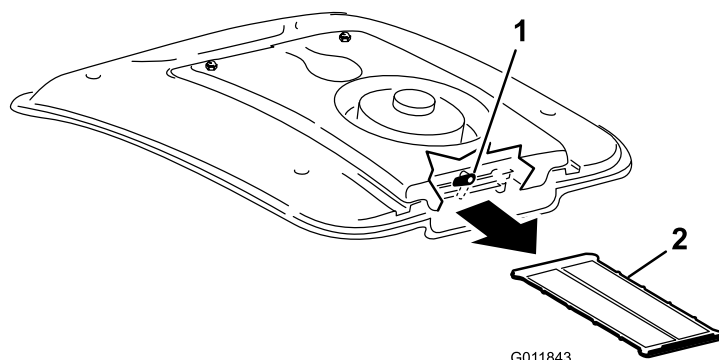

Figure 88
2. À l'arrière du support du ventilateur, tournez le verrou de côté (Figure 88).
3. Glissez le filtre de climatisation hors du serpentin (Figure 88).
4. Nettoyez soigneusement le filtre à l'air comprimé (Figure 88).